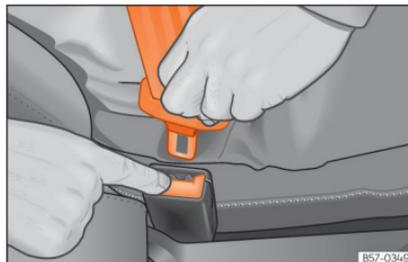

Fig. 11 Soltar a lingueta do fecho do cinto.
- Pressione o botão vermelho do fecho »» Fig. 11. A lingueta saltará do fecho.